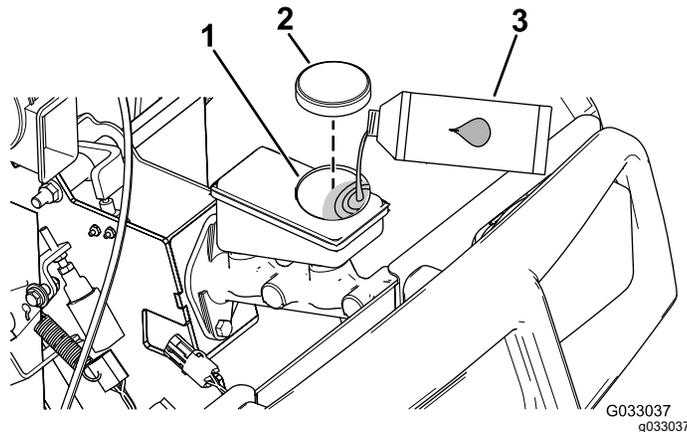

图 65
4. 抬起机罩可接触到主刹车油缸和油箱图 65。
- A. 清洁油箱盖附近的区域并取下油箱盖图 65。
- C. 安装油箱盖图 65。